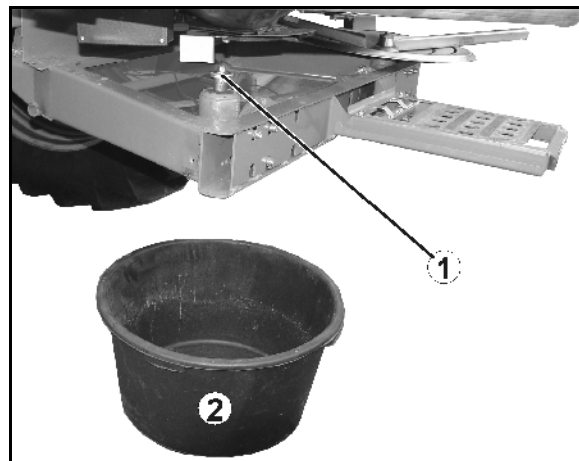

Fig. 52
2. Løs vingeskruene (Fig. 52/1) til begge spredeskivene.
6. Sett ett kar (Fig. 52/2) til å fange opp gjødselen under venstre utløpsåpning.